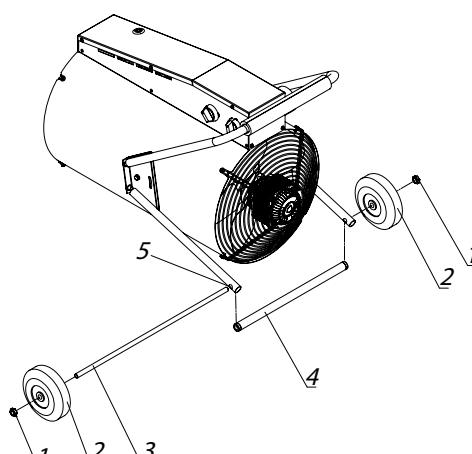

Рис. 3
Продеть ось (3) через отверстие в опоре (5) и декоративную трубку (4). Установить колеса (2) на ось (3) и закрутить самоконтрящиеся гайки M10 (2 шт.) (1) (Рис. 3)